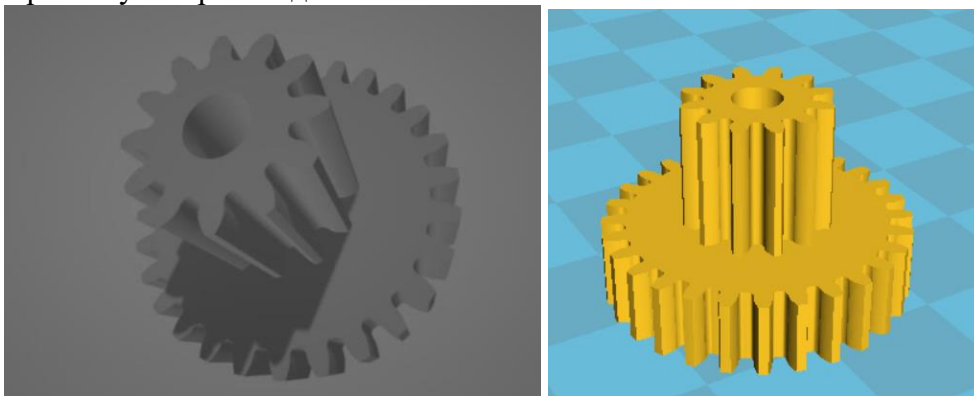

Рис. 3 Пример резьбового соединения
1. Сконструировать и изготовить макет Шестерни для блендера (Рис. 3).